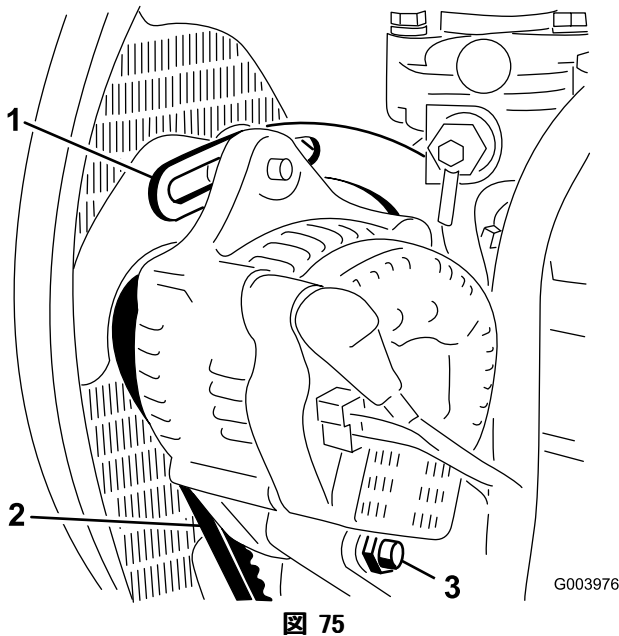

図 75
2. オルタネータ側プーリとクランクシャフト側プーリ間の中央部(図 75)でベルトを指で 10 kg 程度の力で押して点検する。
3. プレースをエンジンに固定しているボルト(図 75)と、オルタネータをブレースとピボット・ボルトに固定しているボルトをゆるめる。